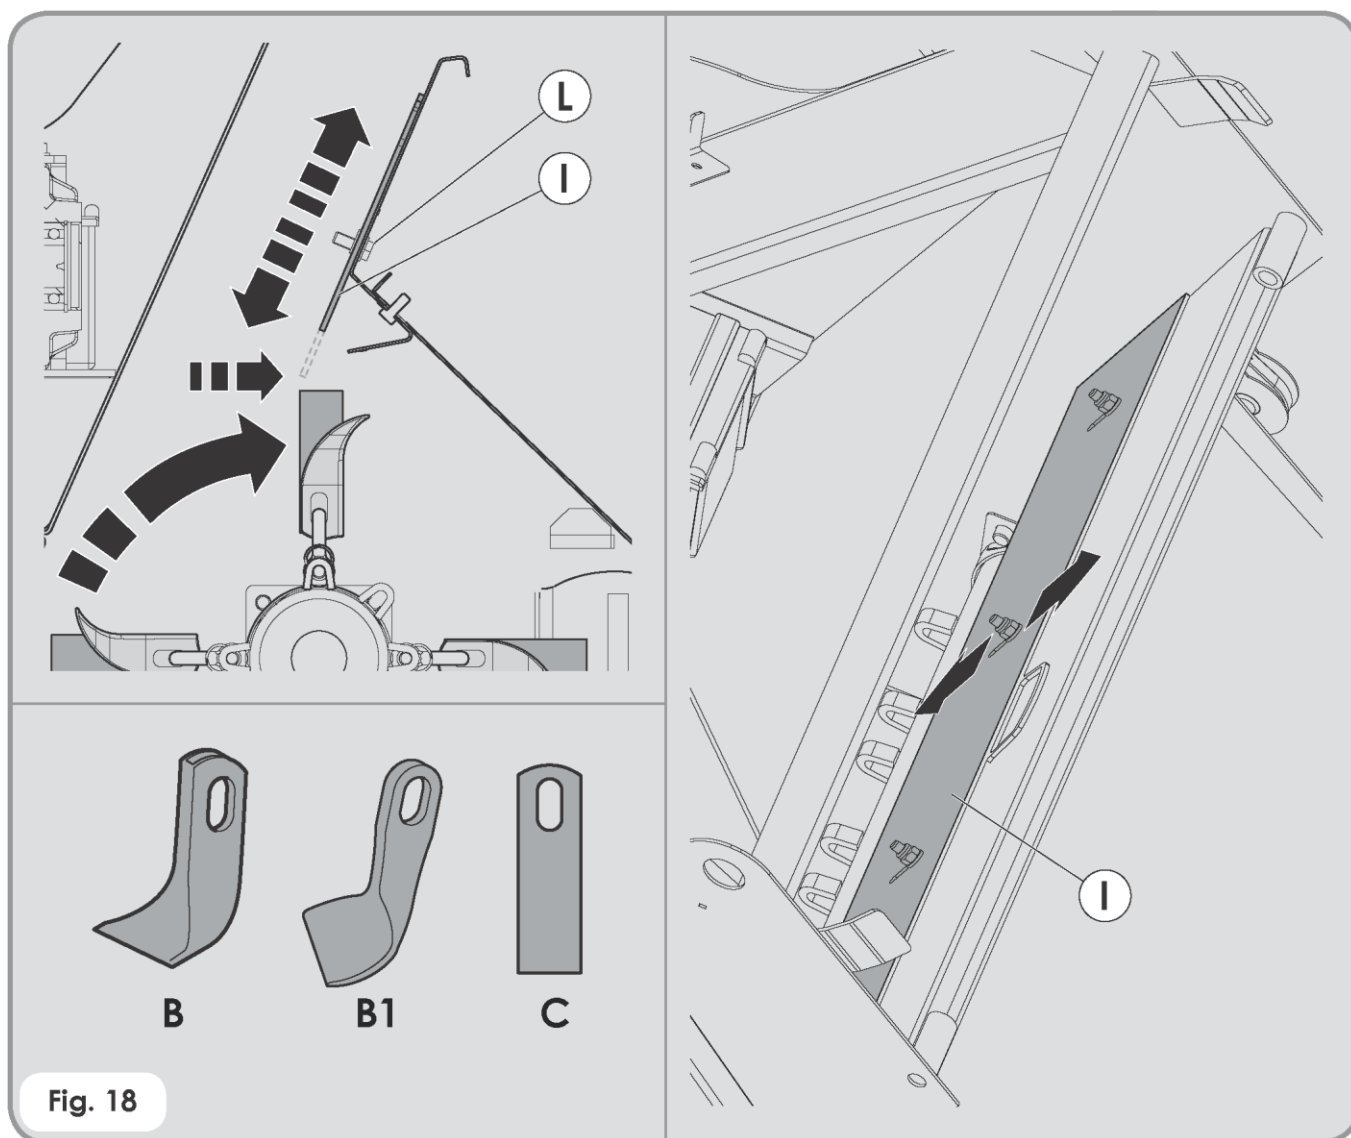

Fig. 18
Bij elk gebruik van verticaal verticuteermes C dat tussen de B-messen geplaatst wordt, hef de stang (I) helemaal omhoog totdat er weerstand optreedt. Maak de bouten (L) los en draai ze stevig vast zodat de stang afgesteld wordt. **(fig. 18)**.
Telkens als het verticaal verticuteermes C omhoog staat, zodat de machine door middel van B-messen gras kan maaien, dient de stang (I) omlaag gezet te worden totdat er weerstand optreedt. Maak de bouten (L) los en draai ze stevig vast zodat de stang afgesteld wordt. **(fig. 18)**.